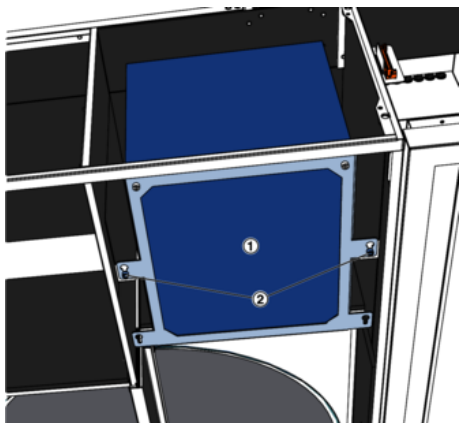

Abb. 40: Schalldämpfer aus Bauteil 1 entnehmen
8. ▶ Im Bauteil 1 den Schalldämpfer (Abb. 40/1) demontieren, dazu die beiden Innensechskantschrauben (Abb. 40/2) etwas lösen und anschließend den Schalldämpfer herausziehen. Den Schalldämpfer für die spätere Montage lagern.